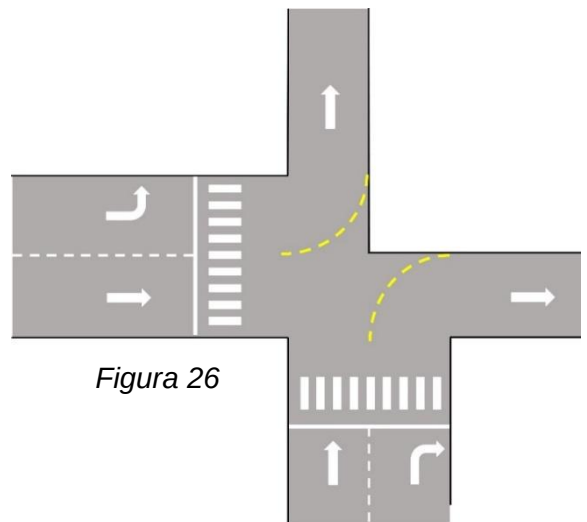

Figura 26
- “Layout a semaforo per il montaggio” **Figura 26**